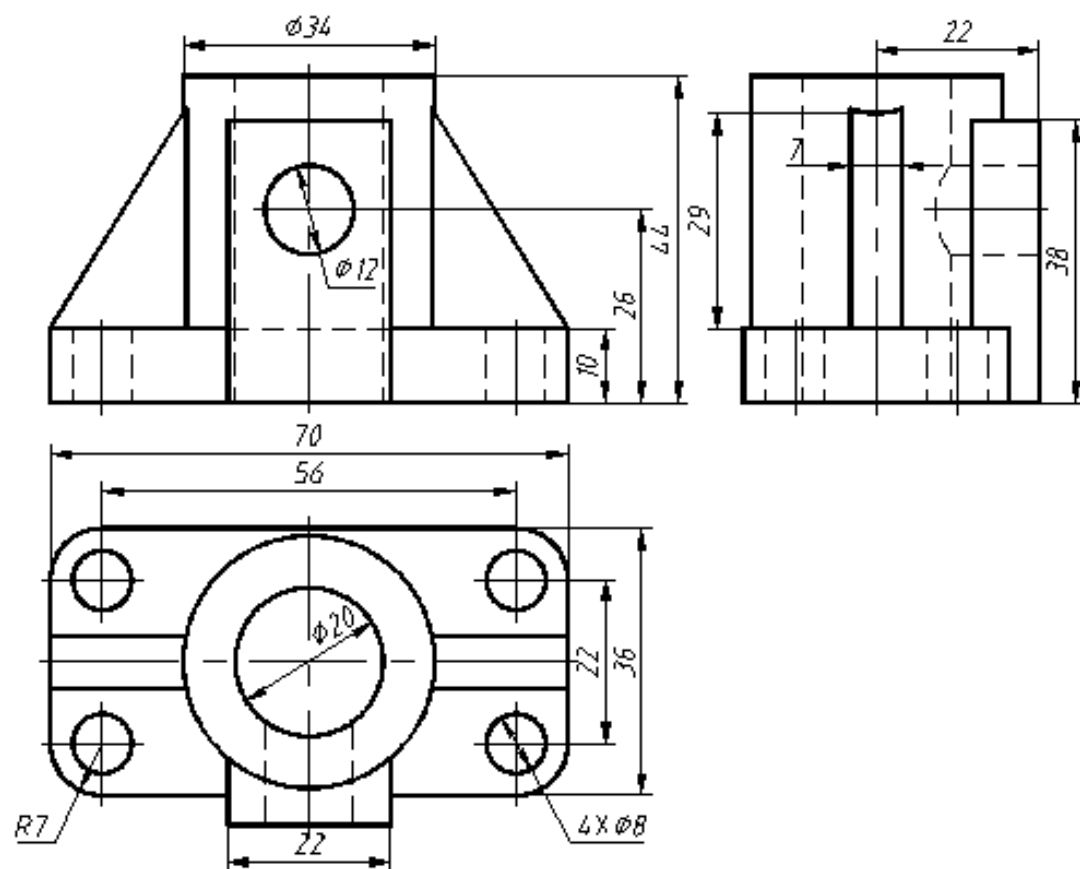

图 3-33 组合体三视图
1. 绘制如图 3-33 所示的组合体三视图，并绘制图框和标题栏。